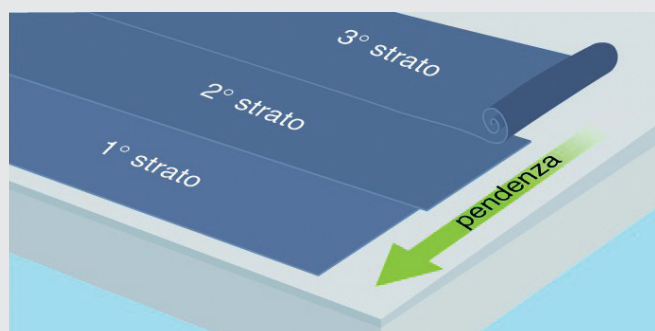

Fig. 1
- Disporre le membrane in modo tale che in nessun punto della copertura si verifichi la sovrapposizione di più di tre teli (*fig. 1*).
- Coperture inclinate: posare i teli parallelamente al senso di gronda della falda (*fig. 1*).